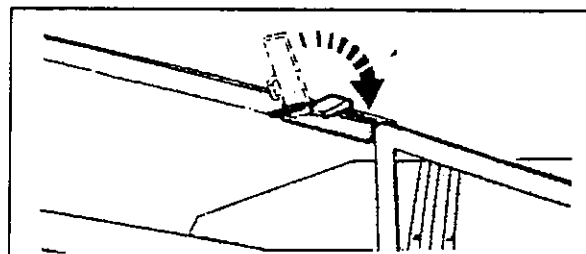

Fig. 4-33
8. Inserire il chiavistello di bloccaggio (Fig. 4-33) e sollevare la macchina in posizione più elevata per il trasporto.